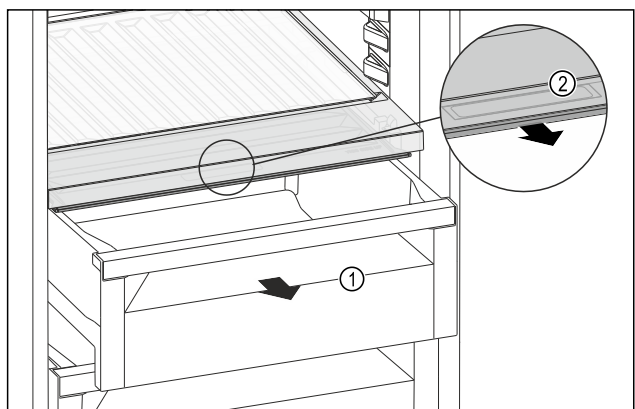

Fig. 173
- ▶ Zásuvku Fig. 173 (1) vytáhněte.
- ▶ Uchopte prohlubeň pro rukojeť Fig. 173 (2) na víku zásuvky a současně zatáhněte za víko zásuvky směrem dopředu.